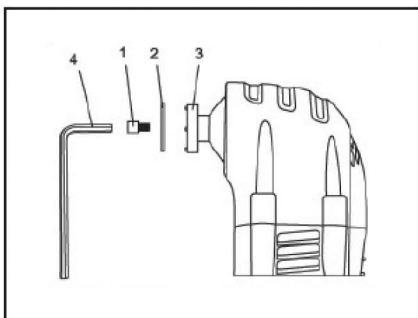

Рис. 1
1. Снимите винт (1) и шайбу (2) с держателя принадлежностей (3) вращением винта против часовой стрелки. Воспользуйтесь шестигранным ключом 5 мм (4), если винт слишком затянут, чтобы его можно было снять рукой (Рис. 1).